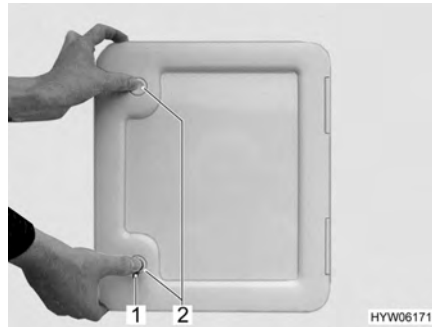

Bild 36 Lucka för toalett-kasset
- Stick in nyckeln i låscylindern i trycklåsets (Bild 36,1) och vrid ett kvarts varv.
- Tryck samtidigt in de två trycklåsen (Bild 36,2) med tummarna och öppna luckan för toalett-kassetten.
- Stick in nyckeln i låscylindern (Bild 36,1) och vrid ett kvarts varv.